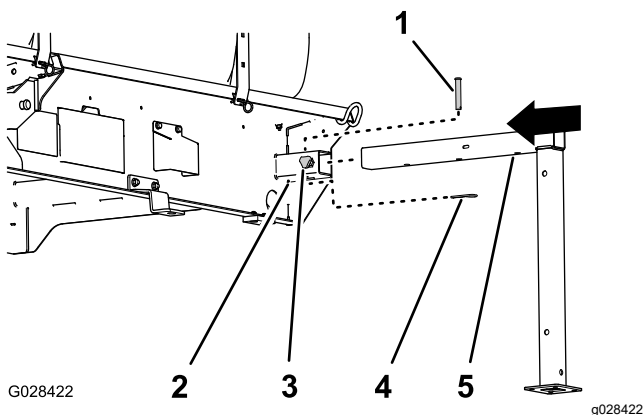

Figura 135
- Alinee la pata de apoyo delantera con el receptor de la pata en la parte delantera del depósito (Figura 135).
- Inserte la pata de apoyo en el receptor hasta que el orificio central del tubo horizontal de la pata esté alineado con el orificio de la parte superior del receptor (Figura 135).
- Enrosque un mando de bloqueo en el receptor y apriételo a mano (Figura 135).